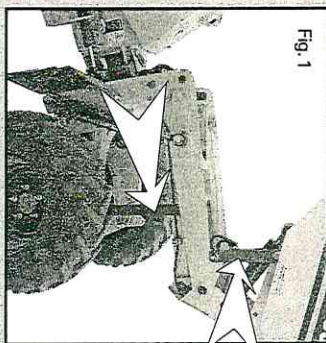

Fig. 1
- 3 Sujete con puntales la cuchara o levante el brazo si tiene que trabajar debajo de ella – modelo hi-tip (Fig. 1); modelo powerswivel (Fig. 2).
- Quite el tapón del radiador (Fig. 1 (A)).